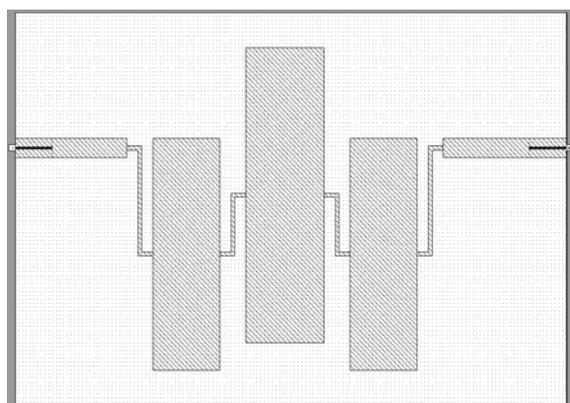

Рис. 2.11
14. Щёлкните правой кнопкой мышки по любому элементу топологии (все элементы должны быть выделены) и выберите **Mesh/Material Properties**. В открывшемся окне в поле **Selected Material** введите **1/2oz Cu**, щелкнув по кнопке в правом конце этого поля. Щёлкнув по кнопке **Edit Material** в этом окне можно изменить отображаемый цвет материала. Нажмите **OK**. Полученная электромагнитная структура показана на рис. 2.11.